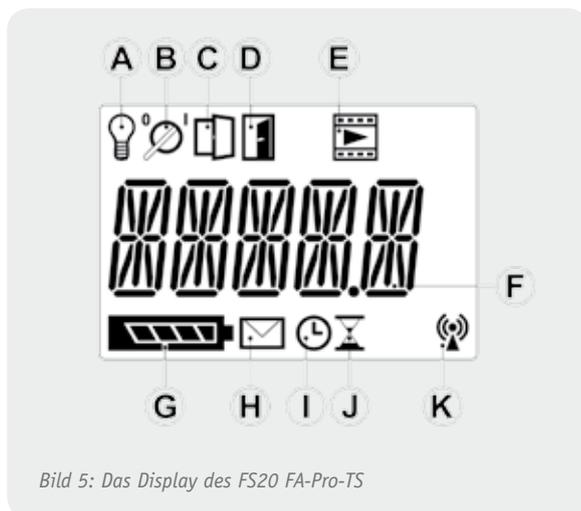

Bild 5: Das Display des FS20 FA-Pro-TS
①	LC-Display (Anzeigeelemente siehe Bild 5 und Tabelle 2)
②	Schiebeschalter Ein/Aus
③	Links/rechts drehen: Einstellung ändern bzw. Menü durchlaufen Drücken (wenn nicht Anzeige der „Intervallanzahl“): Menüfunktion wählen bzw. Einstellung speichern Drücken (während der Anzeige „Intervallanzahl“): Intervallprogramm starten Drücken (während das Intervallprogramm läuft): Intervallprogramm stoppen
④	Einstellung „Startverzögerungszeit“ aufrufen
⑤	Einstellung „Intervall-Pausenzeit“ aufrufen
⑥	Menü aufrufen/verlassen (ohne zu speichern)
⑦	Rückseitige Gehäuseabdeckung
⑧	Batteriefach
⑨	Kurzanleitung hinter der Gehäuseabdeckung
Bild 4 zeigt die vorder- und rückseitigen Bedienelemente des FS20-Intervall-Senders, deren Funktionen in Tabelle 1 kurz beschrieben sind. In Bild 5 ist das Display mit allen Anzeigeelementen dargestellt, die in Tabelle 2 kurz erläutert werden.
### Die Elemente des Displays in Bild 5